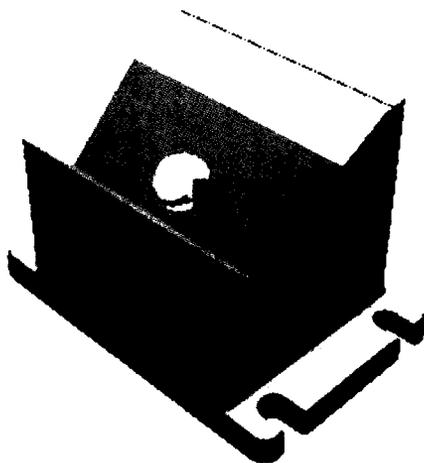

Рис. 13.17. Вид, который анимация будет
- Щелкните угол Видового куба, чтобы были видны грани справа, зад и верх (рис. 13.17), затем нажмите **Добавление операции камеры** на временной шкале.